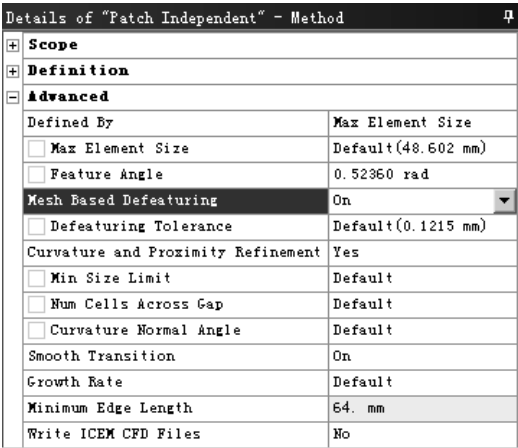

图 5.1.4 “Details of ‘Patch Independent’ -Method” 对话框
(2) 独立分片算法 (Patch Independent)。该方法基于 ICEM CFD Tetra 四面体或棱柱的 Octree 方法，先生成体网格，然后映射到点、边和面创建表面网格。可以对 CAD 模型的长边等进行修补，更适合对质量差的 CAD 模型划分网格。
- ◆ 选用独立分片算法的方法：主要操作与协调分片算法一样，另外，在图 5.1.4 所示的“Details of ‘Patch Independent’ -Mothod”对话框中的 **Advanced** 区域还有清除